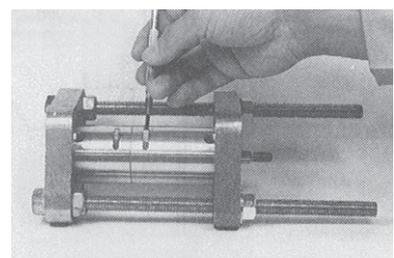

Fig.19
- ③ a) ドライバーでロックリングの一端をこじって起こす。(Fig.19)